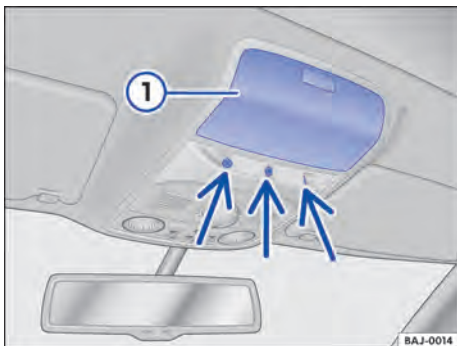

Fig. 46 No console do teto: sensores do monitoramento do interior do veículo no porta-objetos.
Nos veículos com sensores do monitoramento do interior do veículo (setas) localizados embaixo do porta-objetos no console do teto, se necessário, fechar a tampa do porta-objetos ⇒ Fig. 46 ① no console do teto ou nos veículos de porta-objeto sem tampa, não tampar os sensores com objetos que saiam do porta-objetos, caso contrário, o funcionamento do monitoramento do interior do veículo não é garantido sem limitações.